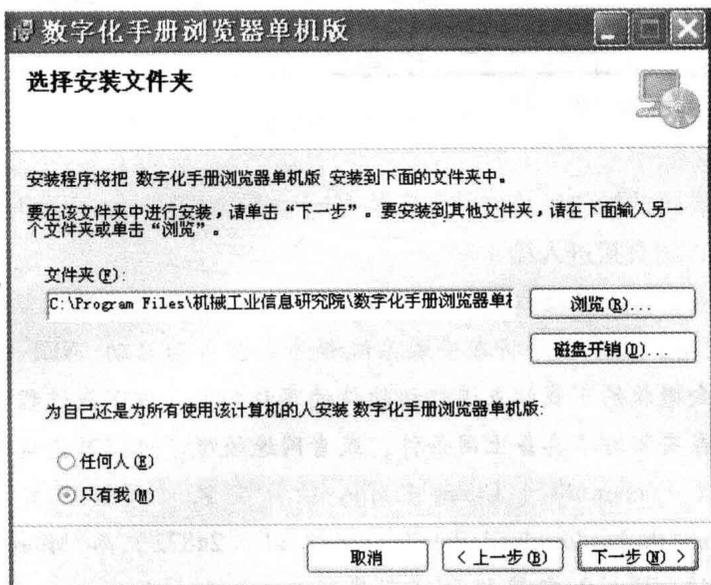

图 1-5 “选择安装文件夹”窗口
5) 进入图 1-5 所示的“选择安装文件夹”窗口。系统推荐的安装目录是 C:\Program Files\机械工业信息研究院\数字化手册浏览器单机版, 如果同意安装在此目录下, 单击“下一步”按钮。如果希望安装在其他目录中, 单击“浏览”按钮, 在弹出的对话框中选择合适的文件夹后, 并根据具体情况选择浏览器是个人使用还是所有人使用, 然后单击“下一步”按钮。如果用户的计算机不允许安装在系统推荐的安装目录 C:\下, 可将 C 改为 D。